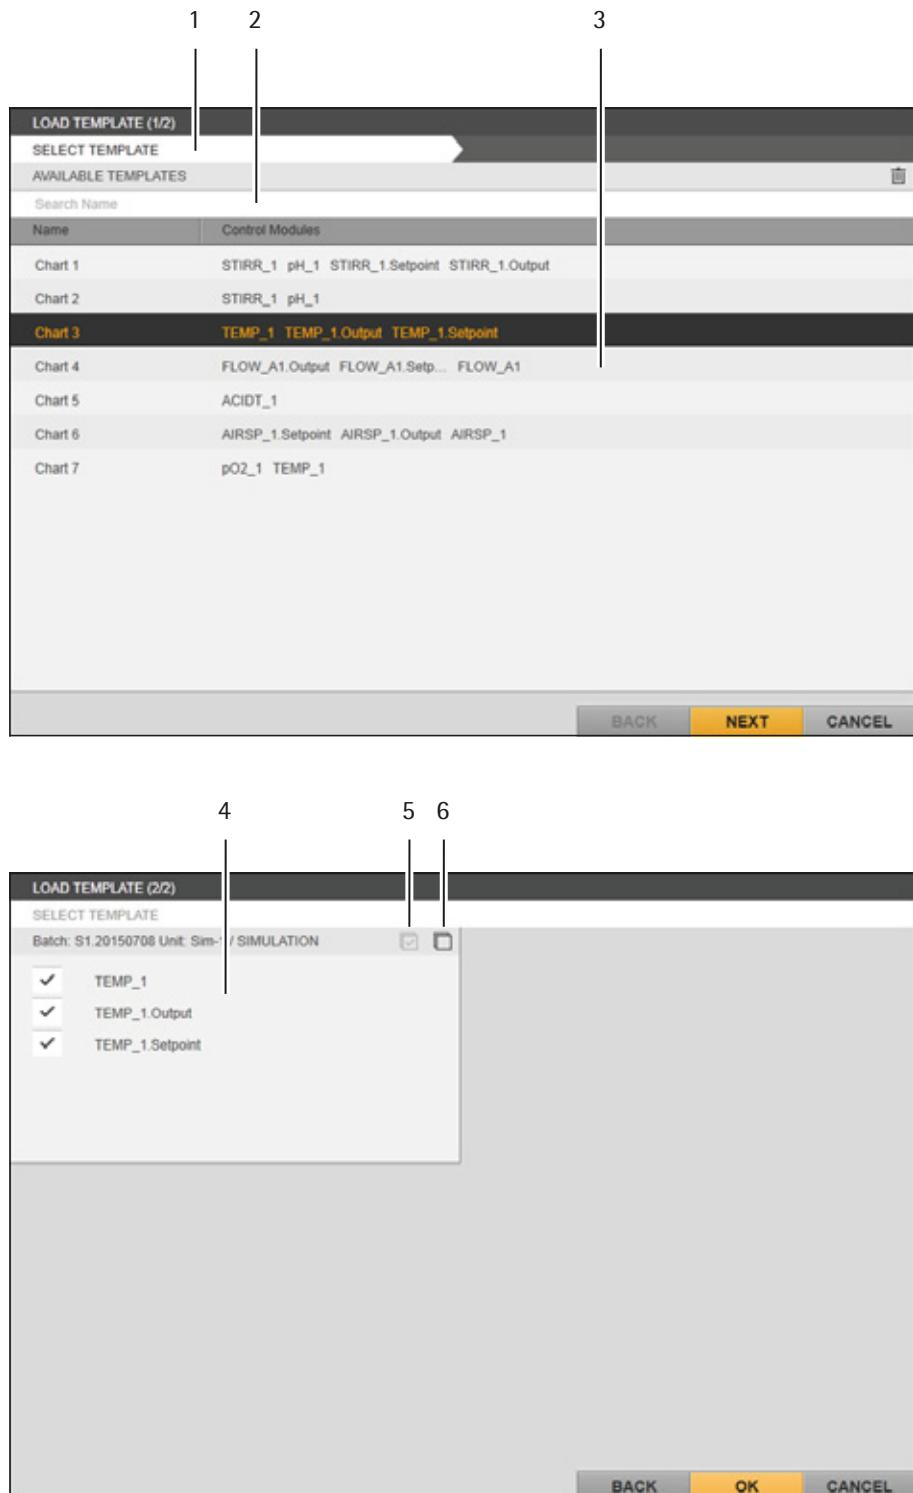

Abb. 7-12: Menü Unit: Chartvorlagen-Auswahl
- ▷ Das Menü „LOAD TEMPLATE (1/2)“ wird eingeblendet (siehe „Abb. 7-12: Menü Unit: Chartvorlagen-Auswahl“, Seite 124).